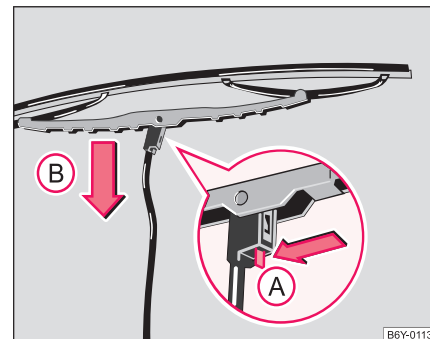

Fig. 40 Ștergător de parbriz
- Ridicați brațul ștergătorului de pe parbriz și fixați lama ștergătorului în poziție perpendiculară pe brațul ștergătorului ⇒ Fig. 40.